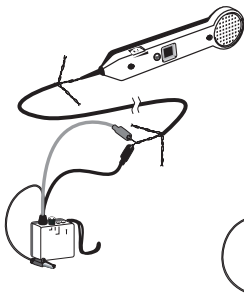

Abbildung 2a.
- a. Bei der Paaridentifizierung die beiden Messleitungen des Tongenerators an die beiden Adern der Doppelader anschließen. Siehe Abbildung 2a.